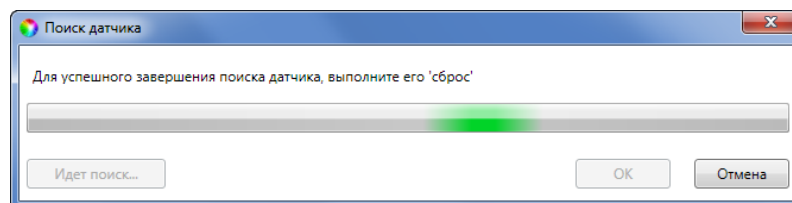

Рис. 5.27. Поиск радиоустройства
3. После нажатия кнопки *OK* начнется поиск радиоустройства контроллером (Рис. 5.27). Для того чтобы устройство было найдено контроллером, его следует перевести в режим связывания (выполнить «сброс»).